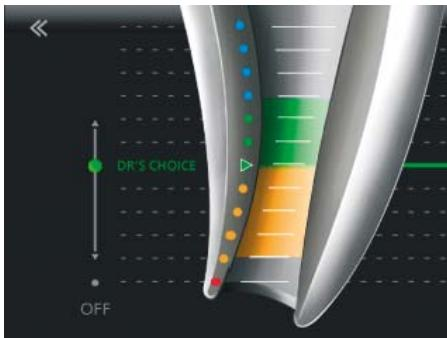

Fig. 23 Inställningen DR'S CHOICE är vald
- Ställ in den här variabla apikallinjen till önskad position, t.ex. vid den sista gröna stapeln (fig. 23).